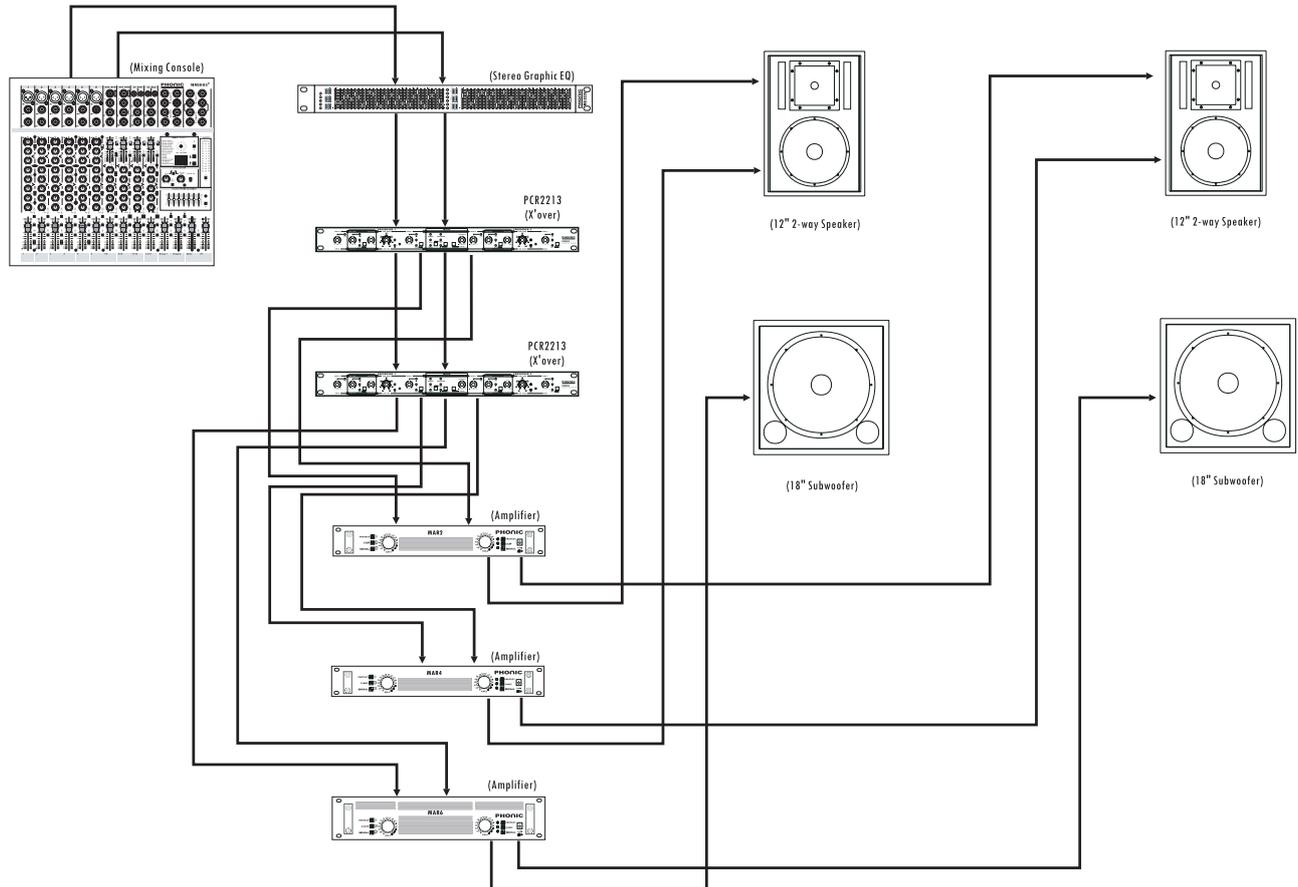

Abbildung 4: Typisches Stereo-Aktiv-Zweiwegsystem + Subwoofer
2.4 Aktives Stereo Zweiweg System mit aktivem Subwoofer (Abbildung 4)